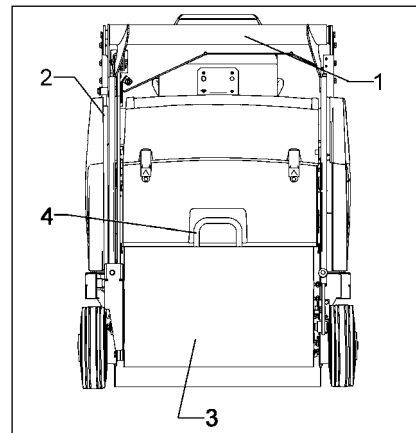

Abb.9
- Kehrgutbehälter (Abb.9/3) wird ausgehoben.
Sollte der Kehrgutbehälter nach dem Umschwenken sich nicht ganz entleeren, kann mit dem Bügelgriff (Abb.9/4) von Hand nachgerüttelt werden.